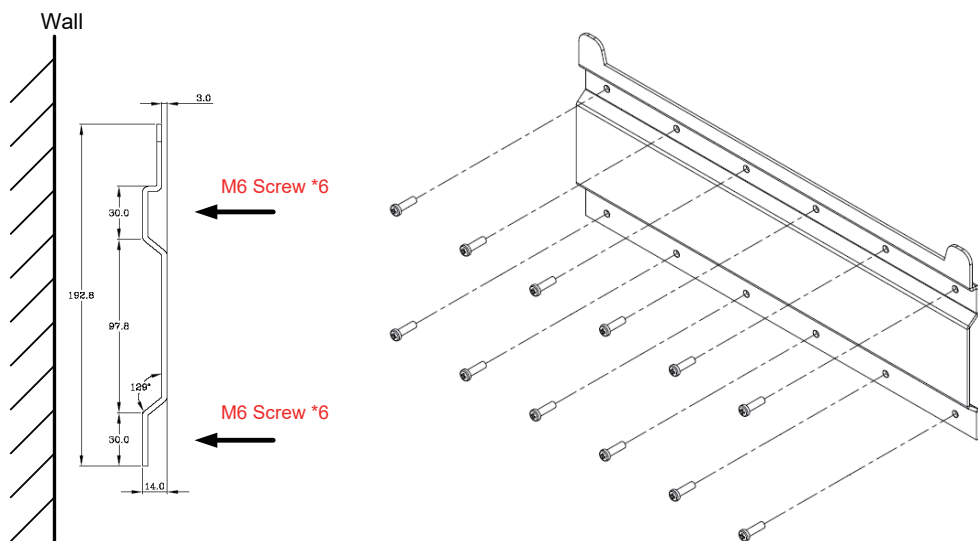

图 3-3 以螺丝固定壁挂板
1. 使用12颗M6螺丝将壁挂板锁附于墙上。请参考图3-3。